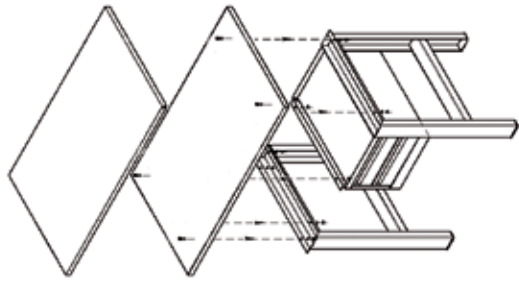

Рис.4
3. Снять со столешницы 1 защитный лист из оцинкованного металла и положить ее на опору 2 с тумбой подвесной и опору 3. Прикрепить столешницу к тумбе подвесной и внутренним отверстиям опоры 3 (винт 9, гайка 10, шайба 14). (Рис.4).
4. Надеть на столешницу защитный лист из оцинкованного металла и прикрепить его к столешнице через боковые отверстия (шуруп 16). (Рис.4).